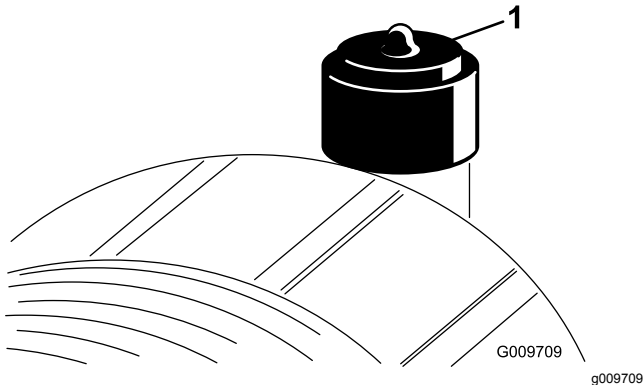

Bild 54
Warten Sie den Luftfilter nur, wenn die Wartungsanzeige dies angibt (Bild 54). Das frühzeitige Auswechseln des Luftfilters erhöht nur die Gefahr, dass Schmutz in den Motor gelangt, wenn Sie den Filter entfernen.
2. Stellen Sie die Anzeige (Bild 54) zurück, wenn sie auf Rot steht.